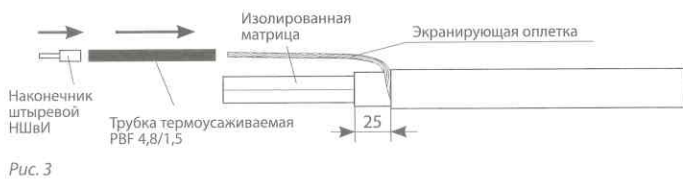

Рис. 3
5.1.3. Расплести экранирующую оплетку и скрутить ее в жгут. На экранирующую оплётку надеть трубку термоусаживаемую PBF 4,8/1,5, затем надеть и обжать ручным кремпером наконечник штыревой. Разрезать и снять изоляцию с матрицы, оставив 25 мм (см. рис. 3).